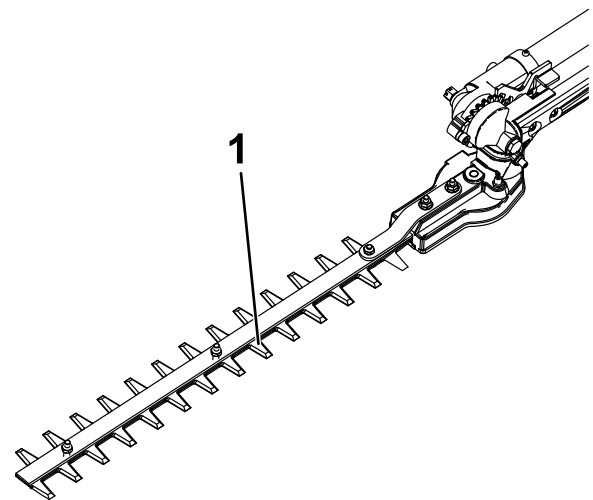

Figure 12
3. Appliquez de l'huile pour machine légère (n° 10 par exemple) sur le bord des lames supérieures (Figure 12).